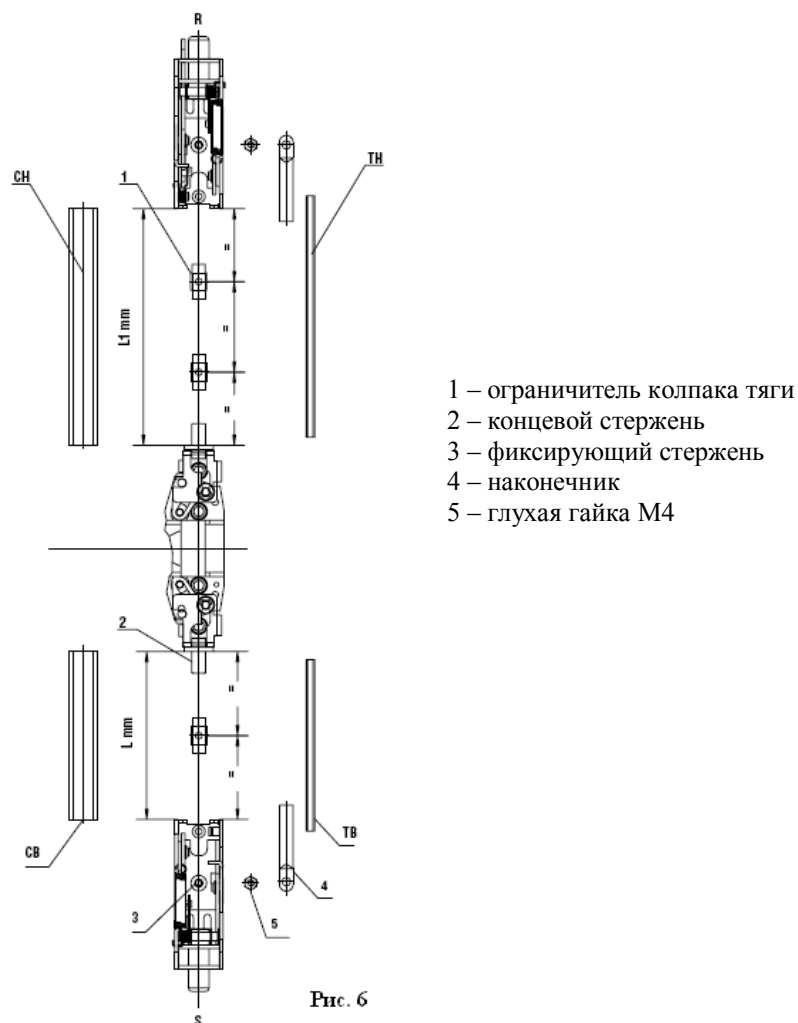

Рис. 6
- Установите ограничители колпаков тяг вдоль оси S-R (рис.6).
- Замерьте величины (Рис. 6):  $L = \dots\dots\dots$ мм  $L1 = \dots\dots\dots$ мм
- Определите длину, на которую потребуется укоротить детали (Рис. 6):